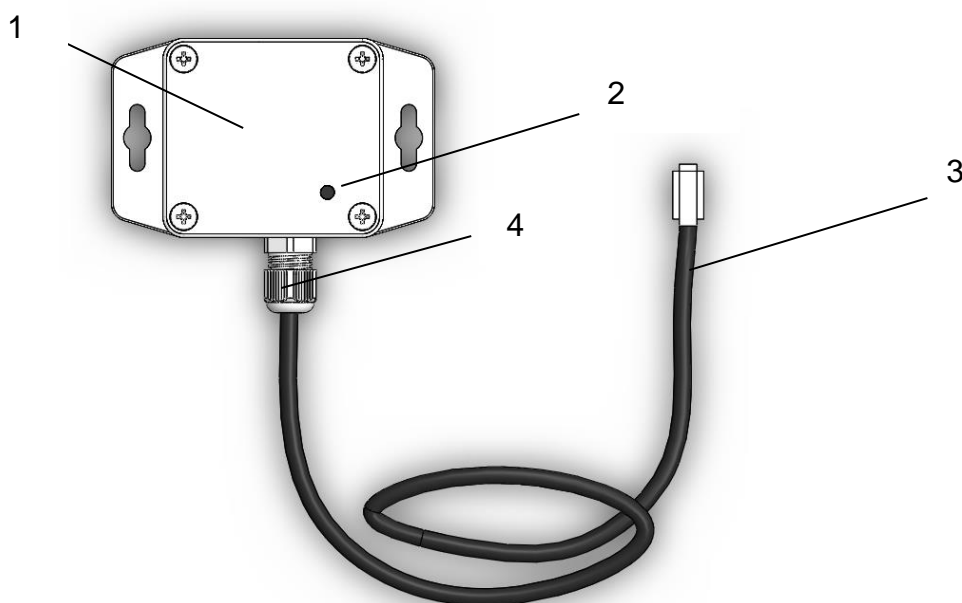

Рис. 4.1 Внешний вид БК
4.1 Внешний вид блока коммутации представлен на рис. 4.1